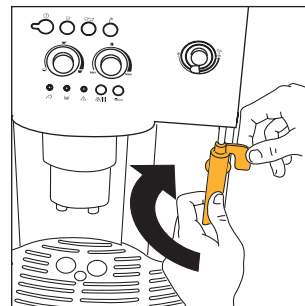

Fig.25
- Vrid reglaget medsols så långt det går. Håll spaken på fästet stilla med ena handen och skruva med den andra loss cappuccinoröret genom att vrida det medsols och dra av det (fig. 25).